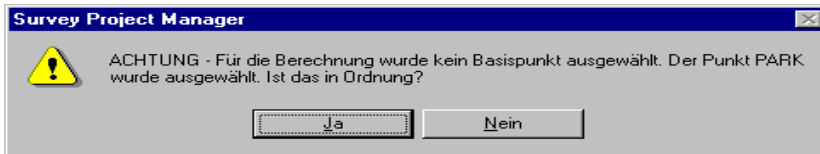

Abbildung 5.10. Dialogfeld "Basiskoordinatenmeldung"
1. Vor dem eigentlichen Verarbeiten überprüft Ashtech Solutions, ob Sie einen Basispunkt gewählt haben. Wenn nicht, zeigt Ashtech Solutions eine Nachricht an, die ungefähr aussieht wie in Abbildung 5.10.